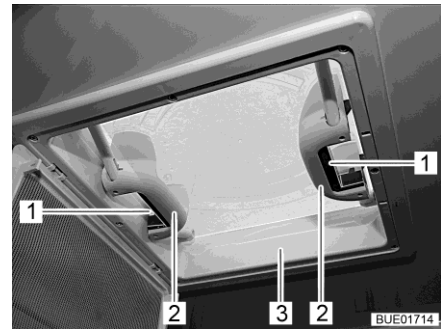

Bild 85 Handtag med snäpplås
- Tryck snäpplåset (Bild 85,1) mot takluckans insida (Bild 85,3). Tryck samtidigt takluckan uppåt med handtaget (Bild 85,2).
- Dra kraftigt ned takluckan (Bild 85,3) med de båda handtag (Bild 85,2) tills snäpplåsen (Bild 85,1) hakar i.